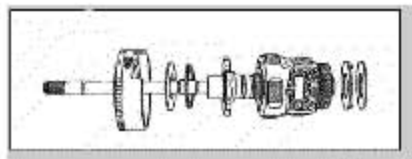

图 4
- a). 差速器（主减速器）连接的是半轴/车轮，见（图 4），这种异响随着车速变化而变化，它并不受到发动机转速和档位的影响，仅仅受到车速的影响。另外值得注意的是，安装（装车）问题也会造成主减速器异响，故而要认真检查安装问题。